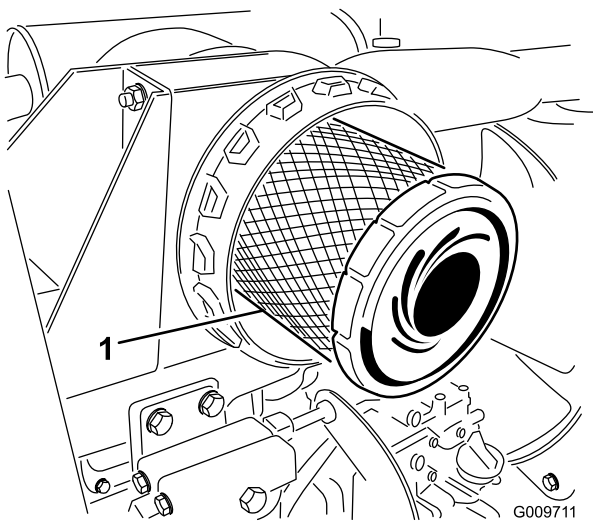

Figura 51
4. Togliete il filtro primario e sostituitelo (Figura 51).